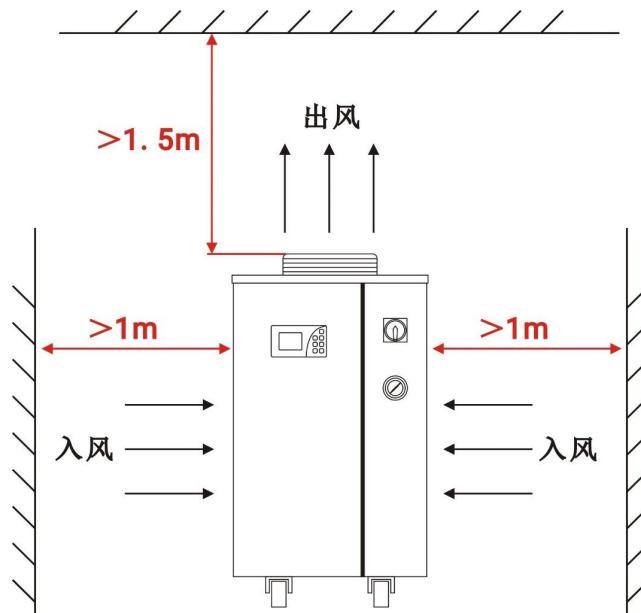

图3设备安装空间要求
(3) 冷水机上面的出风口距离障碍物要留有 **1.5m** 以上的距离，侧面的入风口离障碍物要求距离在 **1 m** 以上，如图 3 所示。